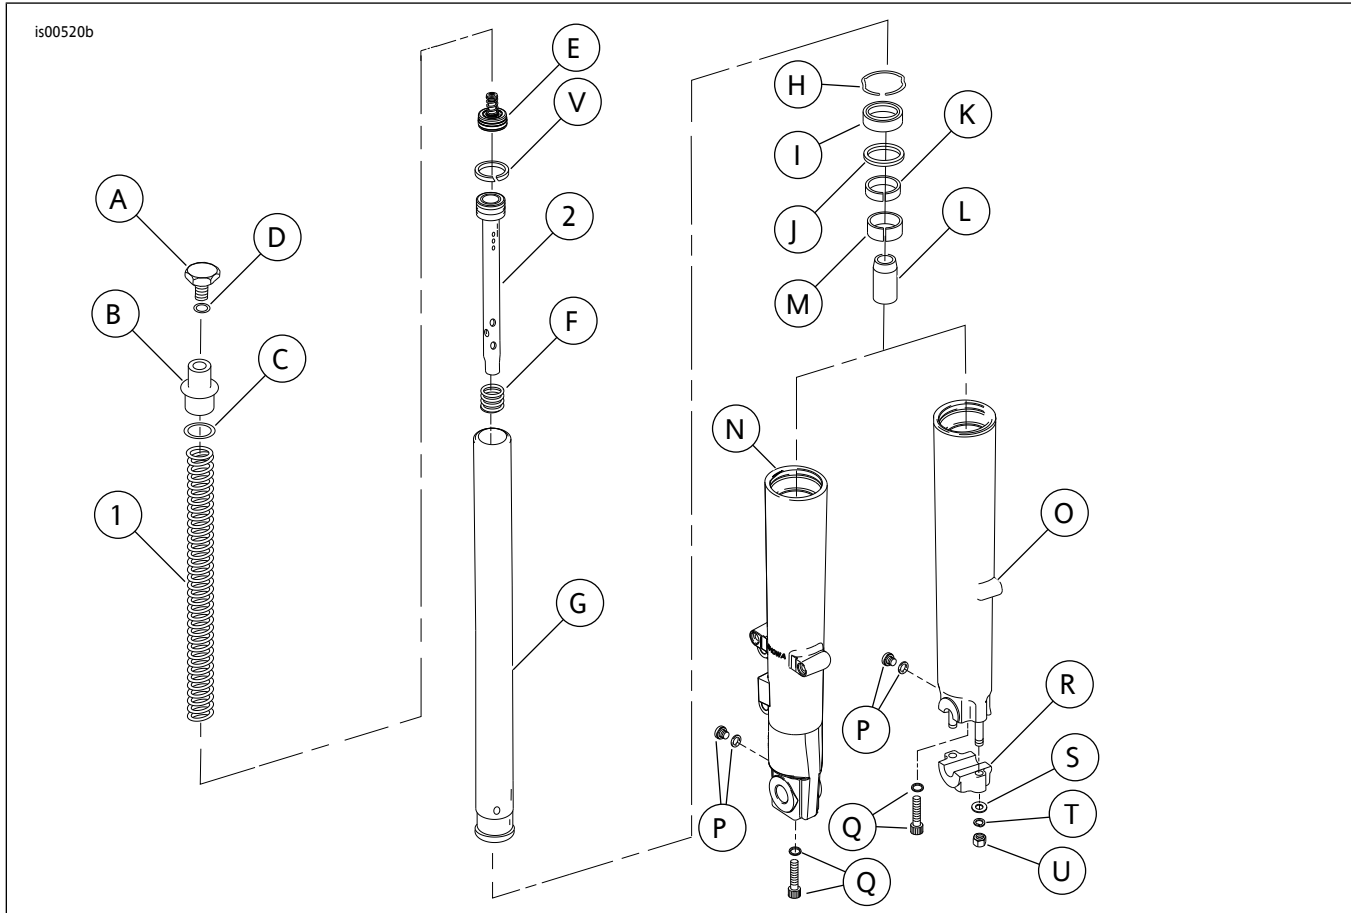

图6。维修零件：旅行前端下部套件
参见图6和表2。
2. 参见图6。从前叉滑管(O)端的螺柱上拆下螺母(U)、锁紧垫圈(T)、平垫圈(S)和车轴座(R)。
参阅图6了解步骤4-16。
参阅图6了解以下程序。